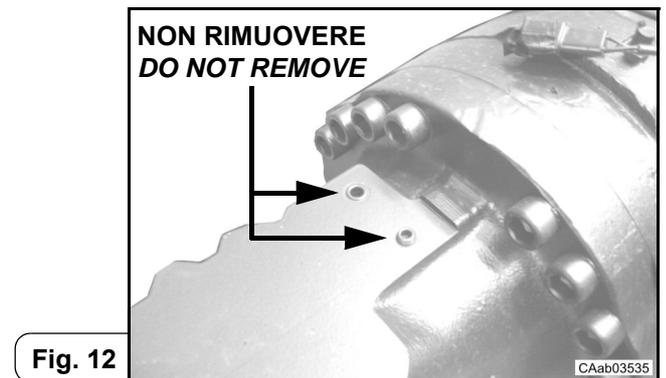

Fig. 12
**Vedi:** Fig. 11 e Fig. 12.
**See:** Fig. 11 and Fig. 12